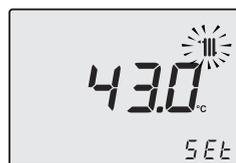

Figura 2.7
- il valore di "set" della temperatura dell'acqua calda di mandata riscaldamento ed il simbolo III lampeggiano. Il fondo del display appare illuminato (Figura 2.7).
- il valore di "set" dell'acqua calda sanitaria ed il simbolo  lampeggiano. Il fondo del display appare illuminato (Figura 2.7).